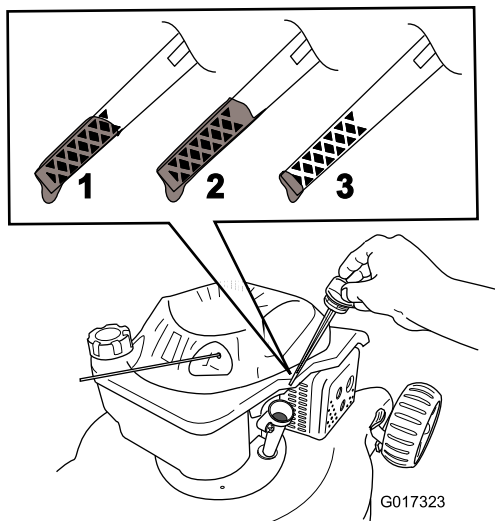

Figura 11
5. Retire la varilla y observe el nivel de aceite; consulte Figura 11.
2. Retire la varilla (Figura 11).